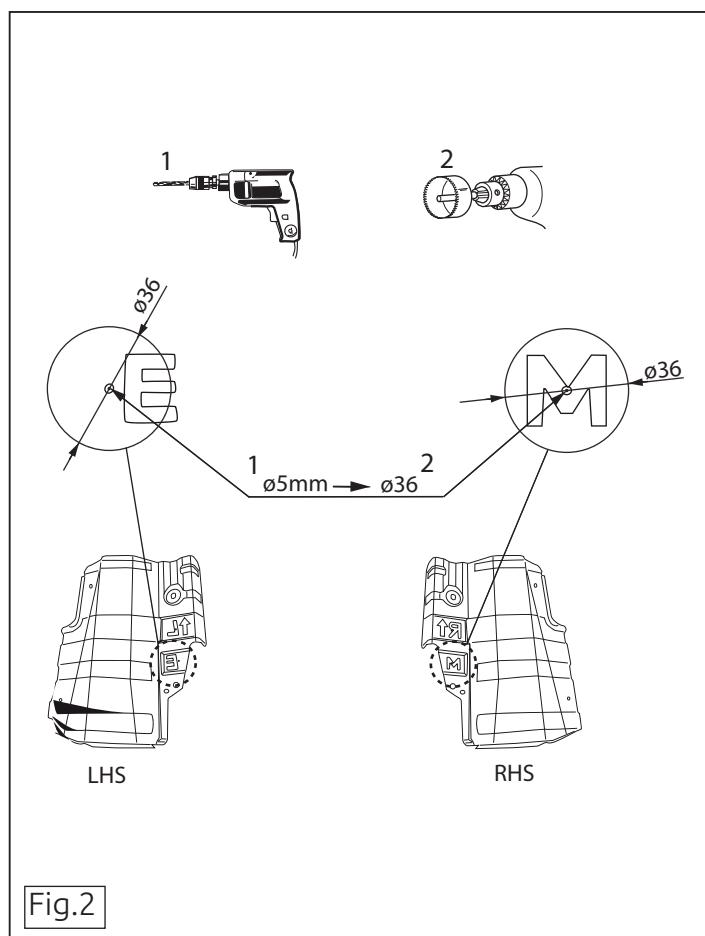

Fig.2
3. Die Löcher E und M etwa ø36 mm durchbohren. Siehe Abbildung 2
3. Percer les trous E et M de Ø36. mm de diamètre de par en par. Voir la figure 2